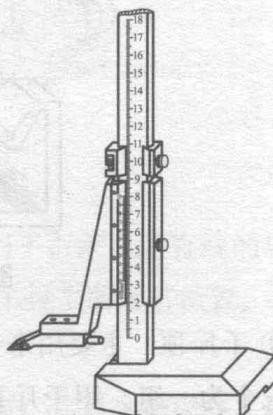

图 1-5 高度游标卡尺
⑤ 高度游标卡尺。高度游标卡尺是一种精密量具（如图 1-5 所示），最小读数值 0.02mm，装有硬质合金划线脚，可以直接表示出高度尺寸，一般用于半成品划线。